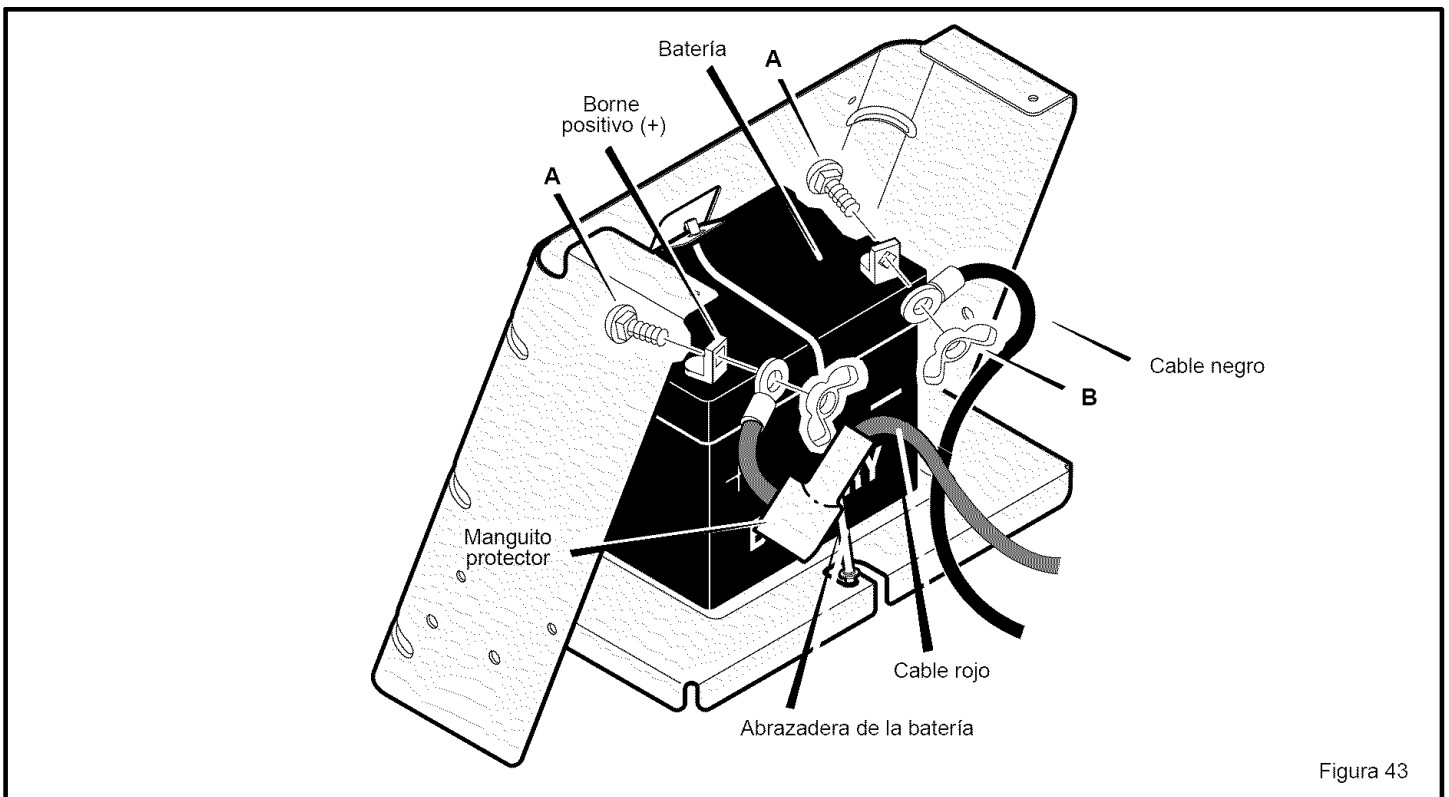

Figura 43
3. Busque la fecha de la batería en la parte superior de la misma (Figura 43).
2. Conecte el cable rojo al borne positivo (+) con los sujetadores como se indica (Figura 43).